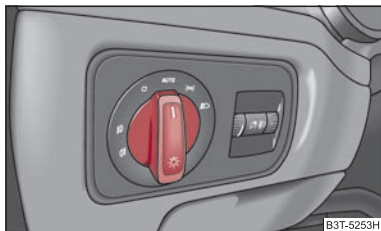

Fig. 48 Bordul: Comutator de lumini
- Rotiți întrerupătorul ⇒ fig. 48 în poziția **AUTO**.
- Rotiți întrerupătorul ⇒ pagina 60, fig. 48 în poziția **AUTO**.